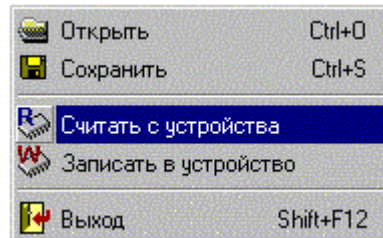

Рис. 4.29 Панель всплывающего меню (Чтение конфигурации с прибора)
- или выбрать пункт всплывающего меню «Считать с устройства», для чего нажать правую клавишу мыши. Откроется панель всплывающего меню (рис. 4.29). Наложить указатель мыши на соответствующий пункт и нажать левую кнопку мыши.